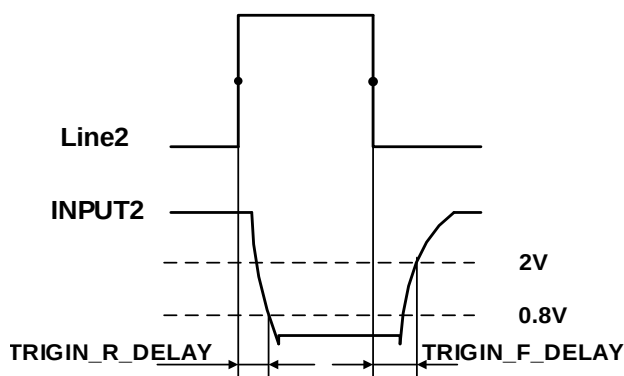

图 7-25 Line2 配置为输入引脚时电路延时参数
- 输入上升沿延时： $<2\mu\text{s}$ ($0^{\circ}\text{C}\sim 45^{\circ}\text{C}$)，参数说明见图 7-25
- 输入下降沿延时： $<2\mu\text{s}$ ($0^{\circ}\text{C}\sim 45^{\circ}\text{C}$)，参数说明见图 7-25